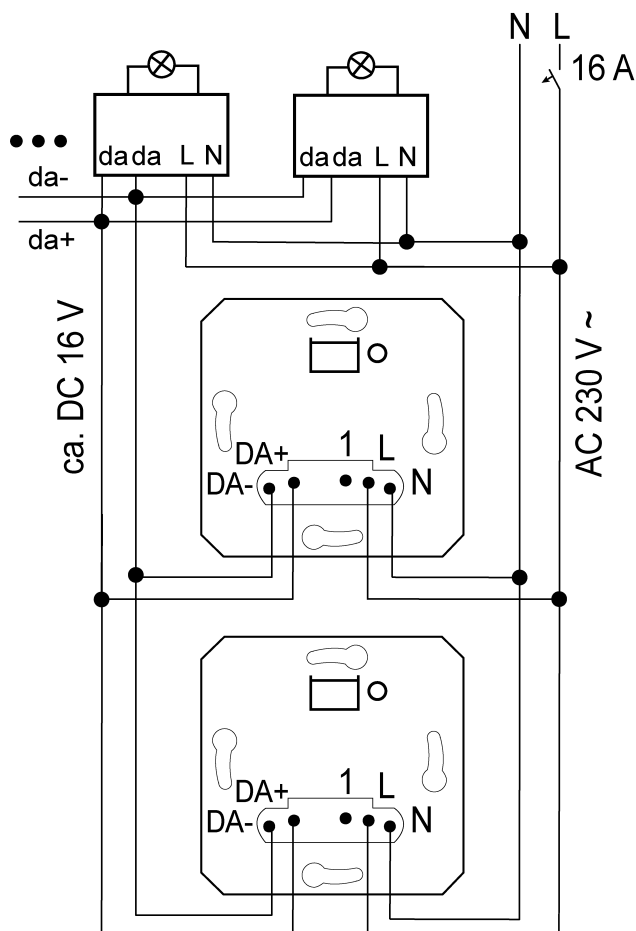

Imagen 3: Conexión en paralelo de mecanismos de control DALI
- Tener en cuenta la polaridad correcta al conectar en paralelo varios mecanismos de control DALI (Imagen 3).